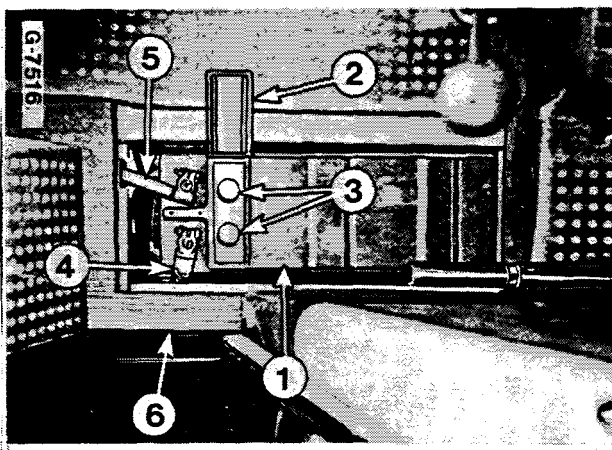

Figure 122
La batterie se trouve sous la plate-forme côté gauche, Fig. 122.
Débranchez d'abord le câble de masse (4) Fig 122 puis le câble de la borne (+) (5), et ôtez la batterie.